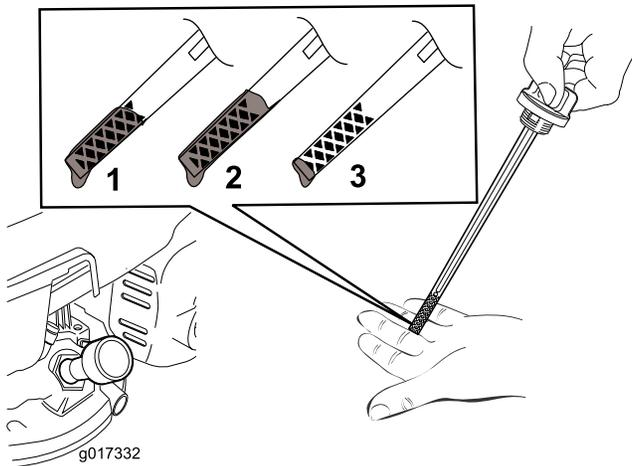

Рисунок 7
2. Извлеките масломерный щуп (Рисунок 7).
Примечание: Заливайте масло в картер двигателя до достижения требуемого уровня по масломерному щупу, как показано на Рисунок 7. В случае перелива слейте некоторое количество масла из двигателя, как описано в Замена масла в двигателе \(страница 18\).